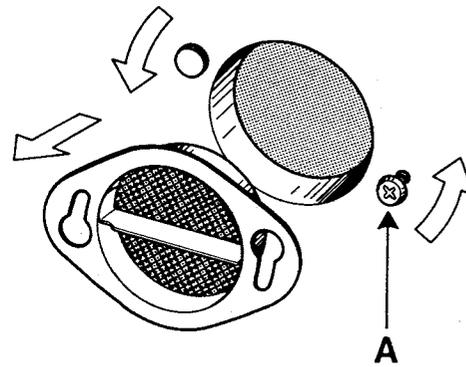

Fig. 16
- unscrew screw A by means of a screwdriver (fig. 16)
- Dévissez avec un tournevis la vis A (fig. 16).
- mit einem Schraubenzieher den Schraub A (Abb. 16) lösen.
- svitare con un cacciavite la vite A (fig. 16).